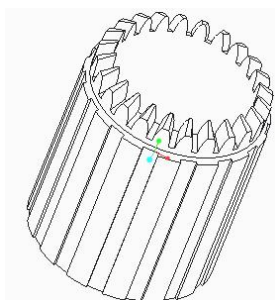

图 2-21 非隐藏显示
3) 单击工具栏中的消隐按钮图标 ，以无隐藏线形式显示模型，结果如图 2-21 所示。它的被挡住的线条不见了。为了让用户看清楚，所以在这里进行了系统颜色调整，请读者自行按照前面的讲解进行设置。